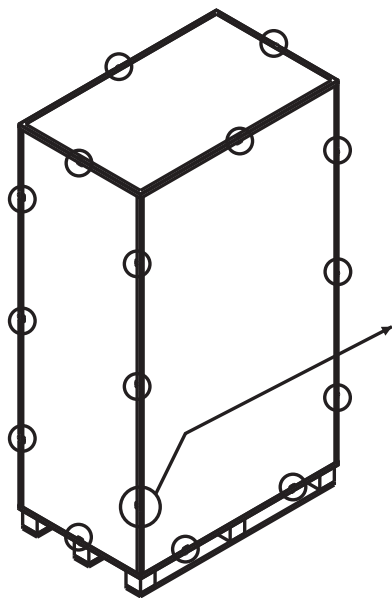

Figure 4.1
1. Une fois l'onduleur amené sur le site de son installation, vous devez commencer par le retirer de son emballage. Suivez les procédures de déballage ci-dessous pour retirer le carton principal (Figure 4.1) et les matériaux de protection (Figure 4.2).